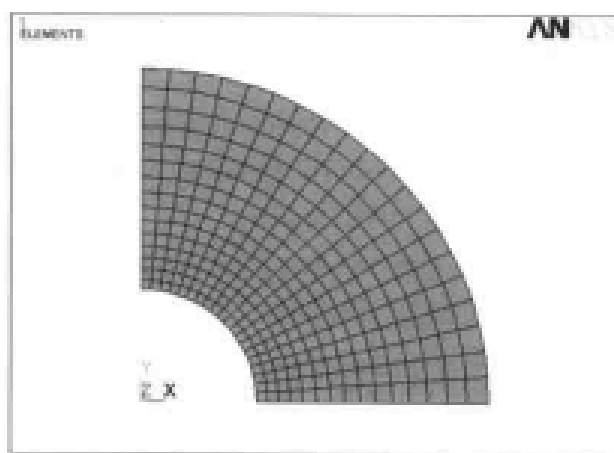

图 9-40 网格划分后的结果显示
(7) 选择 Main Menu | Preprocessor | Meshing | Mesh | Area | free 命令, 出现 Mesh Areas 菜单, 单击 Pick All 按钮, 网格划分后的结果如图 9-40 所示。